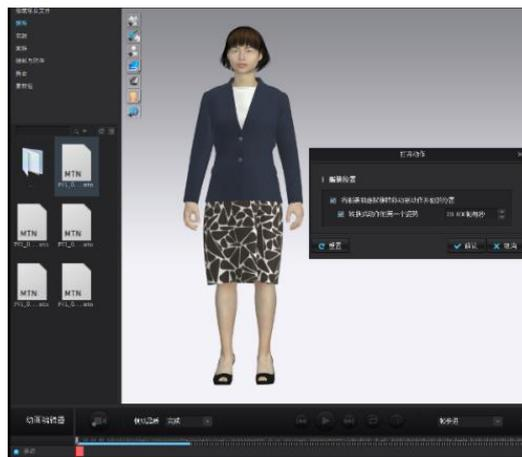

图 5-4-11 模特动作加载
(1) 单击界面右上角“模拟”下拉列表，选择“动画”，进入动画模式视窗。
(2) 在图库窗口双击“Avatar”打开模特库，双击“Female\_V1”打开第一组女模，双击“Motion”打开人体动作库；选择合适的动作双击打开，如图 5-4-11 所示，在“打开动作”窗口点击“确认”。